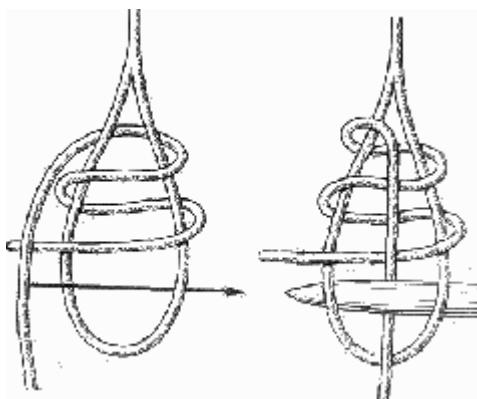

Рис. 112. Гинцевый узел
**Гинцевый узел** (рис. 112). Гинцами моряки называют небольшие тали, основанные между блоком, ввязанным в какую-нибудь снасть, и другим неподвижным блоком. Для ввязывания снасти блока в другую снасть применялся гинцевый узел. На парусных кораблях гинцевый узел применялся, например, при ввязывании ходового конца брам-фала или при ввязывании ходовых концов топенантов нижних реев в стропы блоков гинцев. Для этого